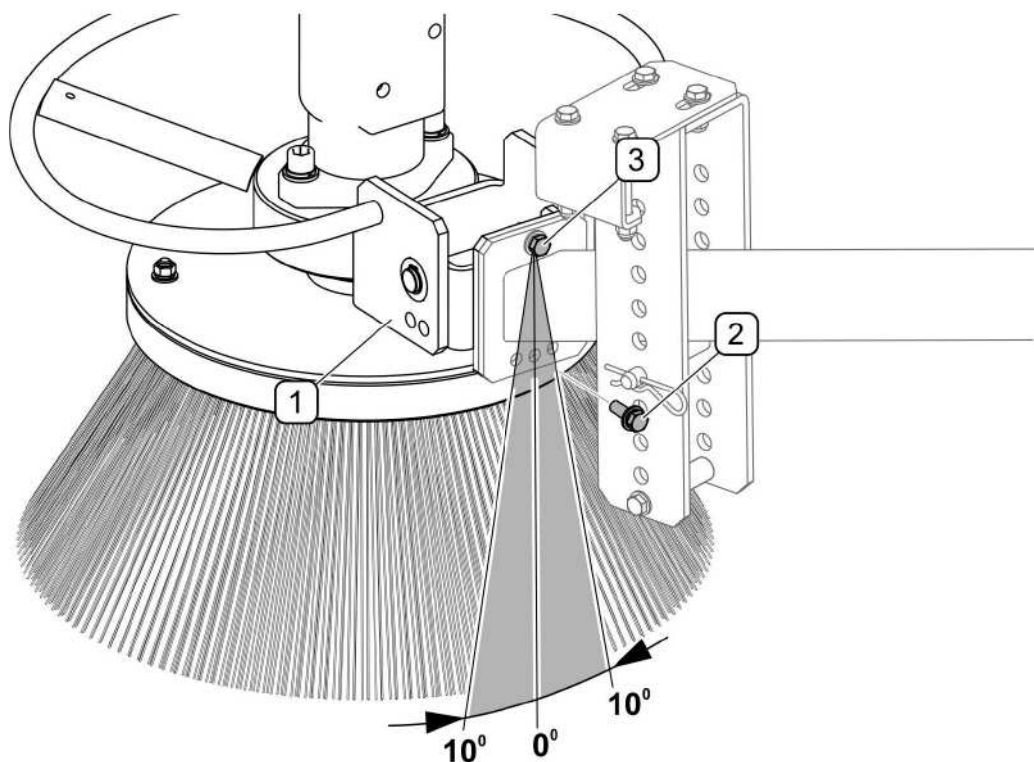

РИСУНОК 5.6 Регулирование поперечного наклона
(1)- кронштейн под головку щетки; (2)- установочный болт поперечного наклона; (3)- болт
Для того, чтобы изменить поперечный наклон (РИСУНОК 5.6), нужно отвинтить установочный болт (2), слегка отвинтить болт (3) и, поворачивая кронштейн (2) соответственно вправо или влево, ввинтить болт (2) в соответствующее отверстие. Затянуть болт (3).